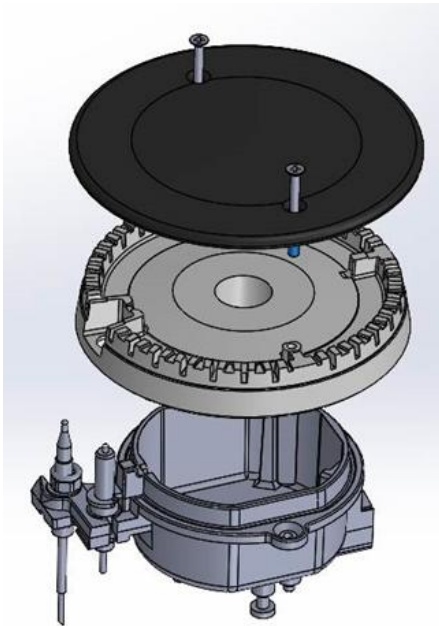

Abb. 1.
- Damit das Kochfeld ordnungsgemäß funktioniert, müssen die Kronen und die Kappen richtig positioniert sein (Abb. 1).